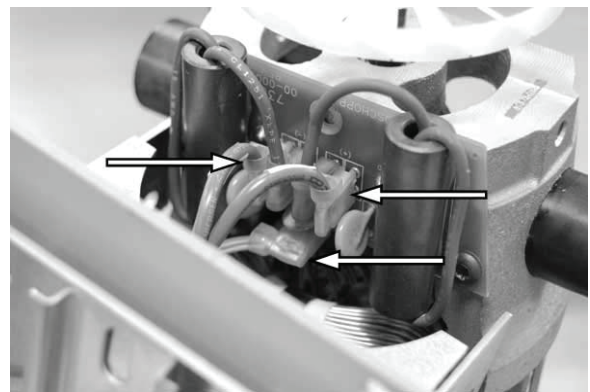

Figura 22.
4. Vedere la Figura 22. Scollegare i tre conduttori del motore.